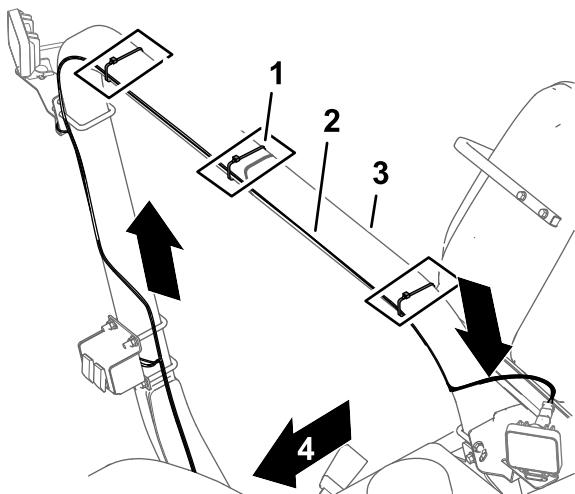
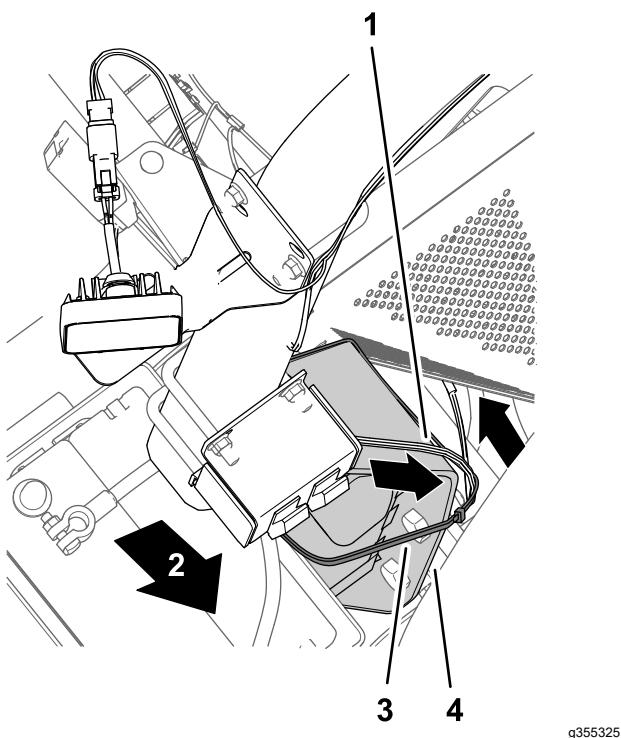
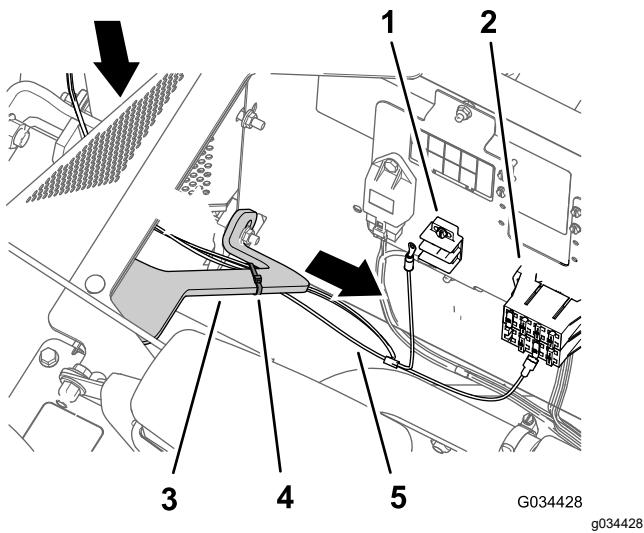

图 13
图 14
图 15
1. 如图 13 所示布置结束的支管使 2 插槽接头向上并穿过水平 ROPS 管的后面。
2. 如图 14 和图 15 所示在灯具开关上布置结束的支管使插座端子和环形端子朝向前下方。
**注意** 沿着机器线束布置后工作灯套件线束图 15。
3. 如图 13、图 14 和图 15 所示将线束固定至 ROPS 管和座椅底座支架。
**注意** 如图 15 所示将多余的线束捆扎到座椅底座支架并用扎带固定线束。